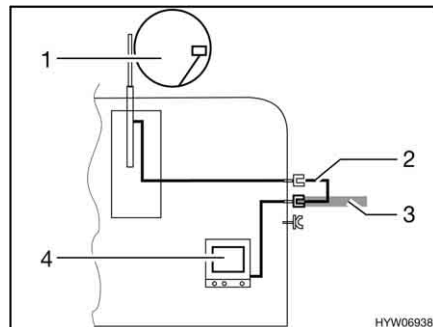

Bild 169 TV i fordonet
- TV i fordonet (Bild 169,4): Anslutning till takantenn (Bild 169,1) med anslutningskabel (Bild 169,2)
- TV i fordonet (Bild 169,4): Anslutning till extern antenn (Bild 169,3)